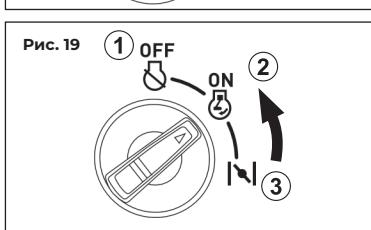

Рис. 19
- Для запуска теплого двигателя переведите ручку переключателя в положение 2 «ВКЛ» (рис. 19).
5. После того, как двигатель запустится, переведите переключатель в положение 2 (рис. 19).